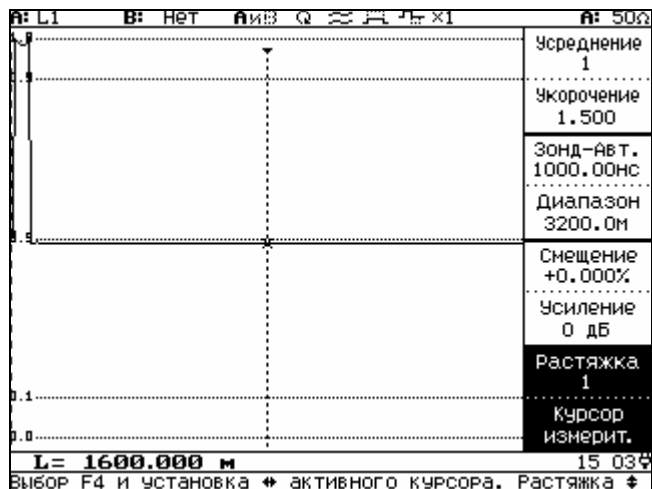

Рисунок 6.48
**Уровни** – выводятся пять горизонтальных линий с уровнями 0; 0,1; 0,5; 0,9; 1 (рисунок 6.48);